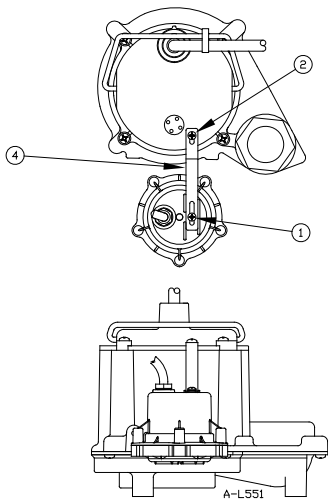
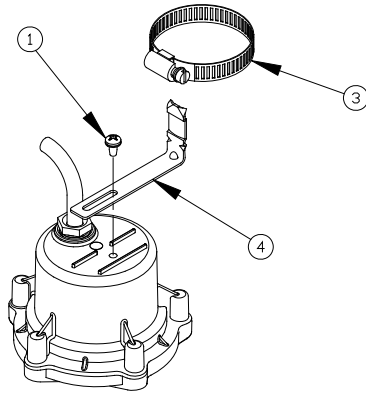

Fig. 1 - 6, 8, 8E, 9E
Fig. 6 - VDS series
Apply the new switch (making sure that the switch is oriented as before) and re-tighten the switch screw (Fig. 1 - 5). **DO NOT OVERTIGHTEN** or cross-thread screws being inserted into plastic components. If the existing mounting bracket is not available the switch may be mounted to the discharge pipe using the universal mounting bracket with the hose clamp (Fig. 6 and 7). If the current pump mounting bracket is damaged a replacement part is available.
- REEMPLACEMENT D'UN INTERRUPTEUR POUR POMPE LITTLE GIANT ENDOMMAGÉ** - Lors de tout remplacement d'interrupteur, se référer au tableau des pièces de remplacement pour s'assurer d'utiliser l'interrupteur qui convient. Déposer l'interrupteur endommagé en desserrant la vis située sur le dessus de l'interrupteur. Placer le nouvel interrupteur (s'assurer qu'il est correctement orienté) et visser la vis de l'interrupteur (Fig. 1 à 5). **ÉVITER DE TROP SERRER LES VIS** ou de fausser le filetage des vis vissées dans les composants en plastique. Si l'ancien support de fixation n'est plus disponible, l'interrupteur peut être fixé sur le conduit d'évacuation à l'aide d'un support universel maintenu par un collier de serrage (Fig. 6 et 7). Si l'ancien support de fixation est endommagé, il est possible d'en commander un autre.
- REEMPLAZO DEL INTERRUPTOR AVERIADO EN LAS BOMBAS LITTLE GIANT:** Para todas las instalaciones de reemplazo del interruptor, refiérase a la tabla de piezas de reemplazo para asegurarse de que está utilizando el interruptor apropiado. Quite el interruptor averiado de la bomba, aflojando el tornillo en la parte superior del interruptor. Ponga el nuevo interruptor (asegúrese de que el interruptor quede igual que el anterior) y vuelva a apretar el tornillo del interruptor (Fig. 1 al 5). **NO SOBREPRIETE** ni enrosque mal los tornillos que se introducen en los componentes plásticos. Si el soporte de montaje existente no está disponible, se puede montar el interruptor en el tubo de descarga, usando el soporte de montaje universal con la abrazadera de manguera (Fig. 6 y 7). Si el soporte de montaje de la bomba actual está dañado, existe una pieza de reemplazo.